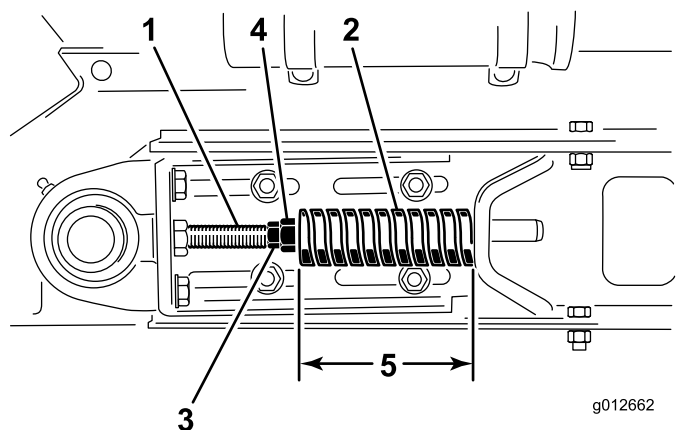

Figure 25
3. Desserrez l'écrou de blocage arrière (Figure 25).